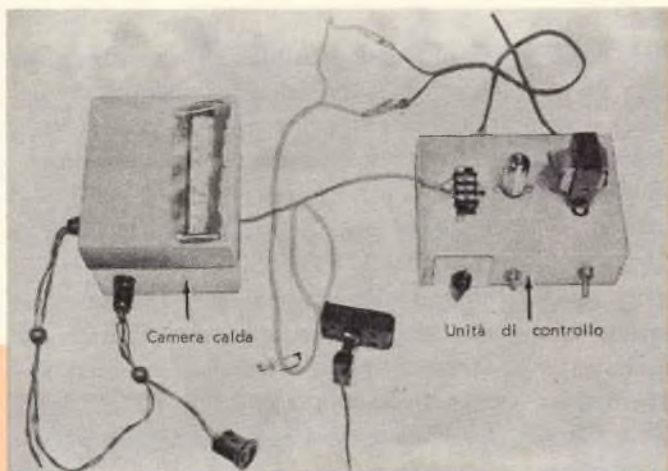
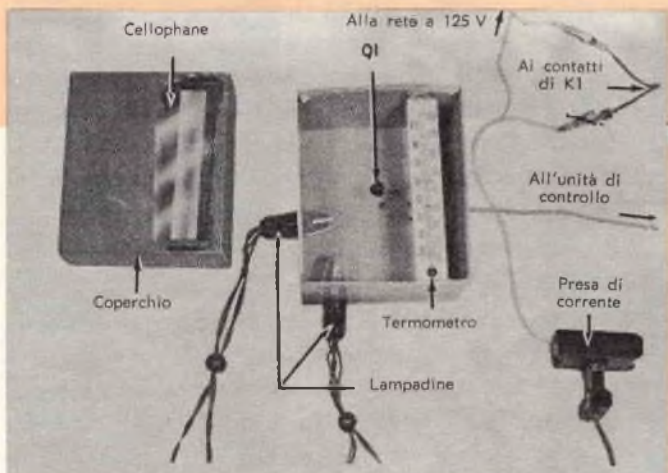

Fig. 4 - Per calibrare il termostato è necessario costruire una camera calda in una scatola di cartone.
Fig. 5 - Il transistor è sistemato nella scatola di cartone per calibrare R1. Il cellophane sul termometro evita perdite di calore.
**Taratura** - Benché sia possibile tarare il termostato in molti modi, il dispositivo di taratura illustrato in fig. 4 ed in fig. 5 semplifica grandemente questo problema. Una scatola di cartone delle dimensioni di circa 10 x 15 x 13 cm che fungerà da camera calda, un termometro di precisione e di facile lettura, un po' di filo per collegamenti, qualche lampadina a 125 V è tutto quanto occorre per questo dispositivo. Come prima cosa praticate nella scatola due fori di dimen-